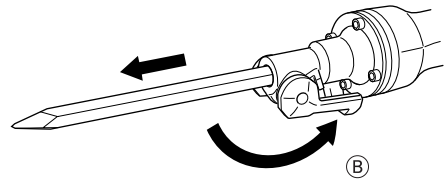

Fig. 7
- (3) Fije el accesorio en su lugar poniendo el retén en la posición (B). Para comprobar si el accesorio ha quedado adecuadamente montada, tire del mismo. (Fig. 7)